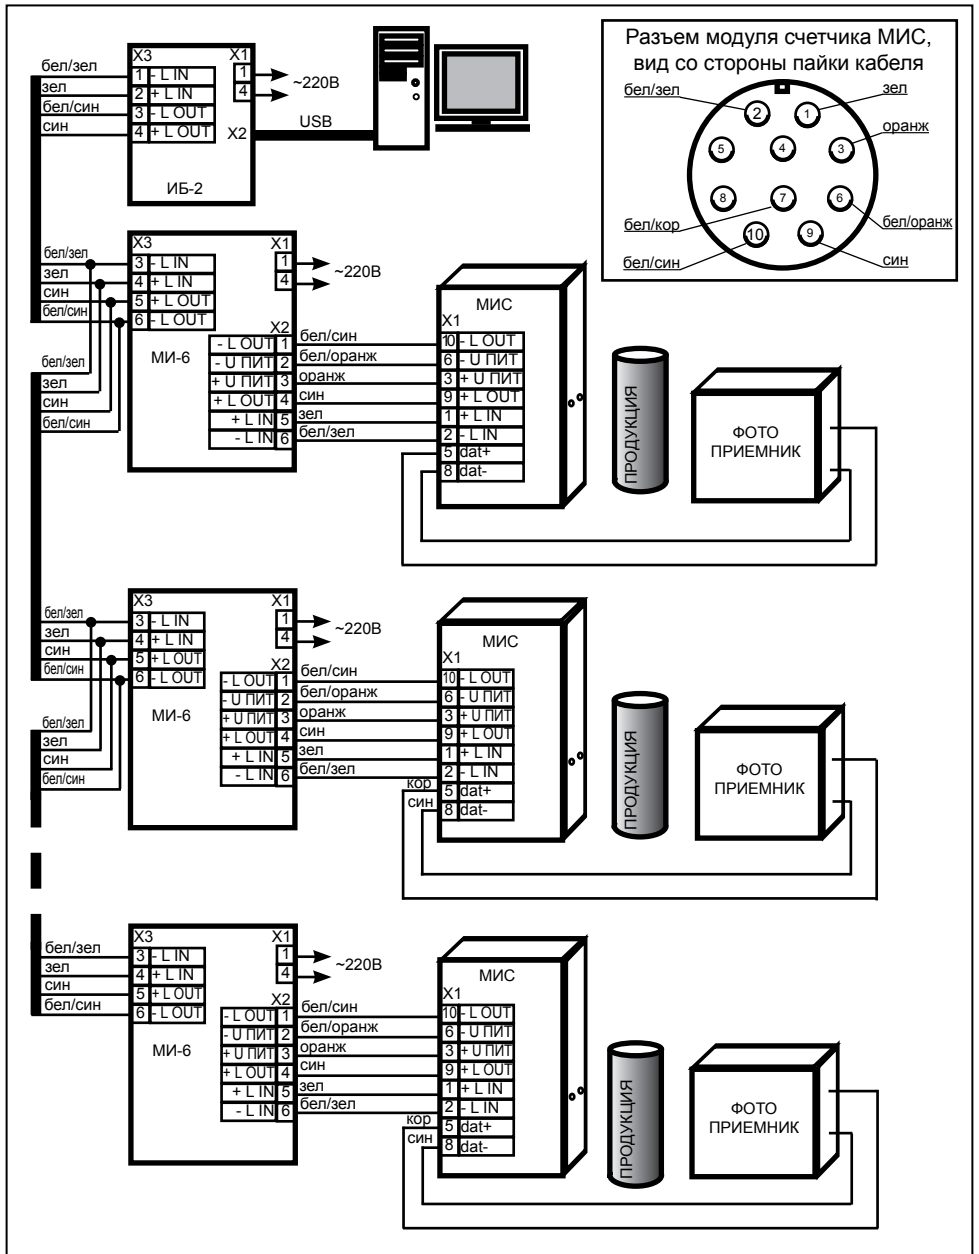

Рисунок 2. Схема соединений счётчиков МИС, модулей индикации МИ-6 и интерфейсного блока ИБ-2 в системе учёта продукции
6.2 Если счётчик используется в составе системы учёта продукции совместно с персональным компьютером, подключить входную L_{IN} и выходную L_{OUT} линии последовательного интерфейса кабелем типа UTP5 (неэкранированная витая пара категории 5) на клеммной колодке рисунок 2.
6.3 Подключить кабель питания на клеммной колодке рисунок 2.